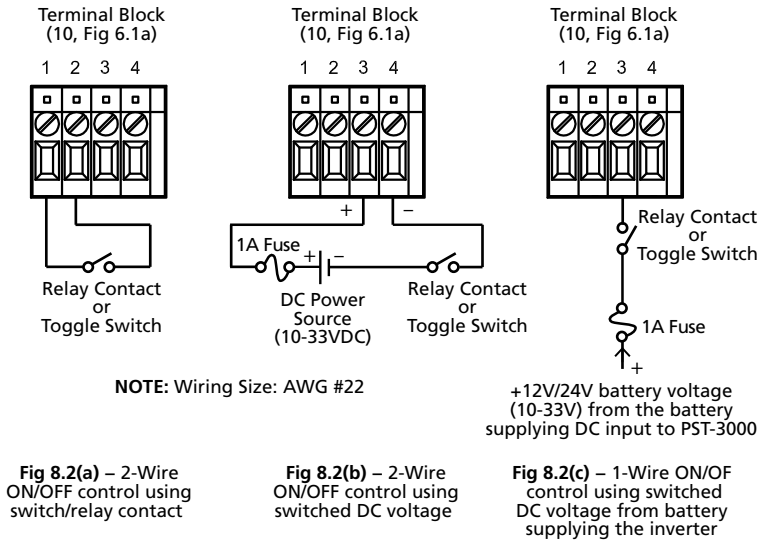

Fig. 8.2: ON/OFF Control from Remote Location using External 2-Wire or 1-Wire Control
The unit can be switched ON/OFF from a remote location using external, wired ON/OFF control arrangements as shown in Fig 8.2(a), (b) and (c). Details are given below:
- **2-Wire ON/OFF Control from Remote Location Using Switch/Relay Contact, Fig 8.2(a):**
- **2-Wire ON/OFF Control Using Switched DC Voltage (10-33VDC), Fig 8.2(b):**
- **1-Wire ON/OFF Control Using Switched DC Voltage from the Battery Supplying the Inverter, Fig 8.2(c) :**
- b) **lorsque vous utilisez le contrôle ON/OFF du fil-1 et le fils-2 externe:** en éteignant l'onduleur par (i) en allumant l' interrupteur ou le contact du relais en Contrôle ON / OFF 2 -fils (figure 8.2a) ou (ii) en allumant l' interrupteur ou relais Contrôle ON / OFF 2 -fils en utilisant la tension CC (figure 8.2 b) ou (iii) en allumant l' interrupteur ou le contact de relais contrôle ON / OFF 1-fil en utilisant la tension CC de la batterie qui alimente l'onduleur .